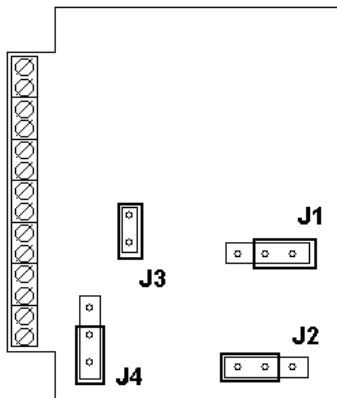

Рисунок 4 – Нормальное положение переключателей контроллера
5 Выключить питание и установить переключки в нормальное положение (см. рисунок 4).
- *Разрешение кодоносителей следует производить в режиме «доступ» с перемычками J1 и J2, установленными в нормальное положение (см. рисунок 4).*
- *Запрещение кодоносителей производить в режиме «доступ» с перемычками J1 и J2, установленными в нормальное положение (см. рисунок 4).*
5 Выключить питание и установить перемычки в нормальное положение (см. рисунок 4). Все ключи будут запрещены. «ОФИС 2000-6» готов к составлению нового списка ключей.
7 Выключить питание и установить перемычки в нормальное положение (рисунок 4).
7 Выключить питание, установить перемычки в нормальное положение (см. рисунок 4) и закрыть дверь (замкнуть датчик).
- при подключении **обычной сирены** перемычка должна быть перемещена вниз (см. рисунок 4).